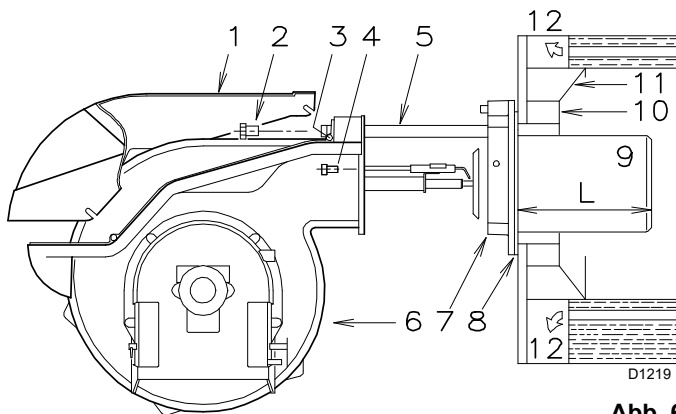

Abb. 6
Für die Kessel mit wassergekühlter Frontseite ist die Verkleidung aus feuerfestem Material 10) - 11)(Abb. 6) nicht erforderlich, sofern dies nicht ausdrücklich vom Kesselhersteller gefordert wird.
Nach Abschluss dieses eventuellen Eingriffes den Flansch 7)(Abb. 6) durch Zwischenlegen der beige-packten Dichtung 8) an der Kesselplatte befestigen. Die ebenfalls mitgelieferten 4 Schrauben verwenden, deren Gewinde mit einem Antifressmittel geschützt werden.
- Den Brenner gemäß (Abb. 6 Seite 11) auf den Schienen öffnen.